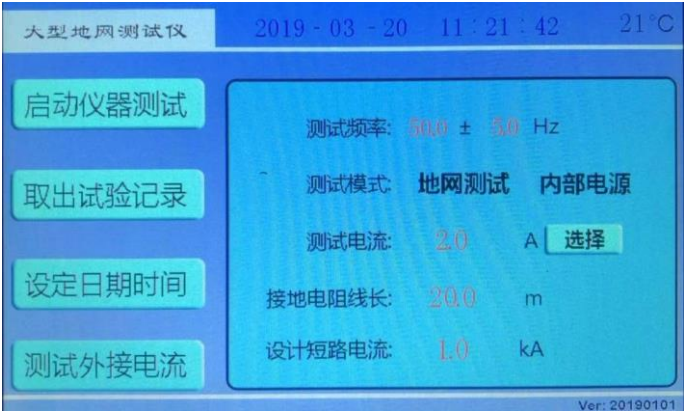
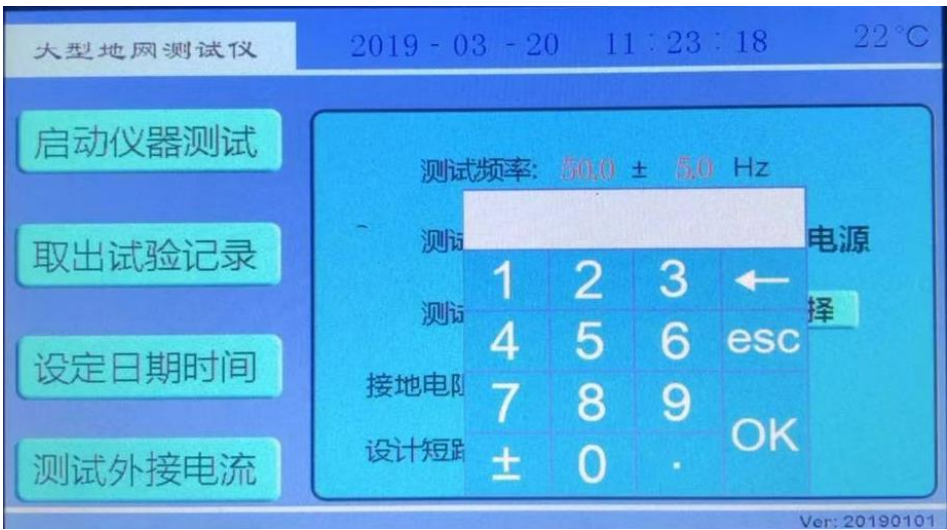
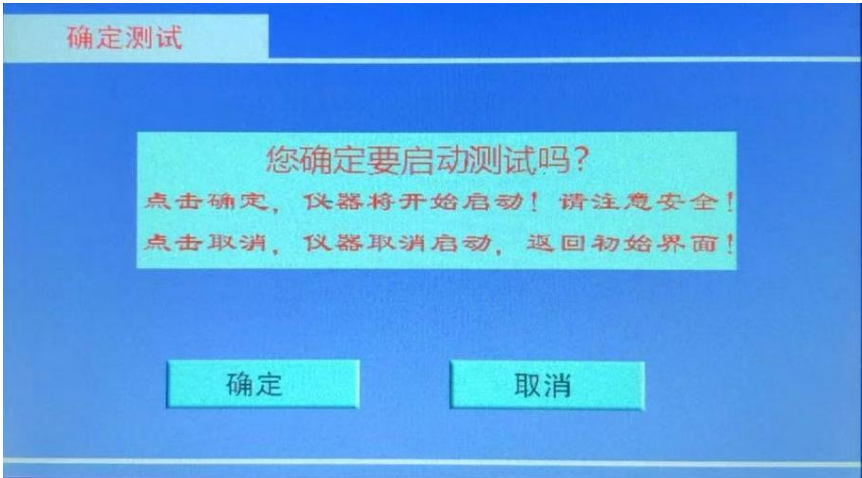

图 5 开机界面
图 9 红色数字参数修改界面
图 10 测试确认界面
1. 打开电源开关，计算机进行自检，几秒钟后，液晶屏显示中文主菜单如图 5 所示，表示自检成功。
7) 开机界面(图 5)下，红色数字的修改。如测试频率等项目，只需要使用触屏笔或手指点击，就可弹出数字键盘，然后修改即可。（图 9）
在开机界面(图 5)下, 测试模式选择**地网测试**，使用触屏笔或手指点击**启动仪器测试**, 出现测试确认界面（图 10）：
点击**确定**, 将开始升流测试. **请确认已经接好测试线**. 此时将出现**地网测试**界面(图 11)。点击**取消**, 仪器将返回开机界面(图 5)。
此时按下**退出**，返回到开机界面(图 5)。按下**打印**，打印出结果。
在开机界面(图 5)下, 测试模式选择**接地电阻**, (线长一般选择 20 米) 使用触屏笔或手指点击**启动仪器测试**, 出现测试确认界面 (图 14) :
点击**确定**, 将开始升流测试. **请确认已经接好测试线**. 此时将出现**接地电阻**测试界面(图 15)。点击**取消**, 仪器将返回开机界面(图 5)。
在开机界面(图 5)下, 测试模式选择**跨步电压**, (短路电流一般为 1kA) 使用触屏笔或手指点击**启动仪器测试**, 出现测试确认界面 (图 18):
点击**确定**, 将开始升流测试. **请确认已经接好测试线**. 此时将出现**跨步电压**测试界面(图 19)。点击**取消**, 仪器将返回开机界面(图 5)。